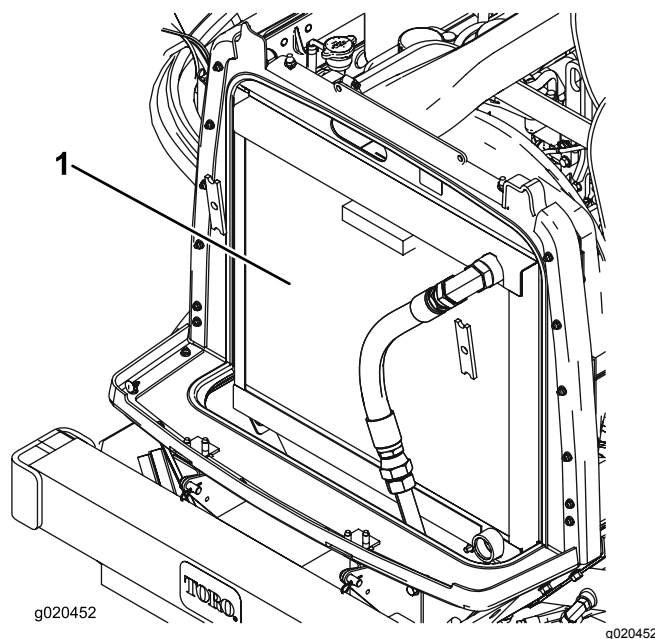

Figura 90
3. Limpe ambos os lados do radiador/dispositivo de arrefecimento de óleo com ar comprimido (Figura 90).